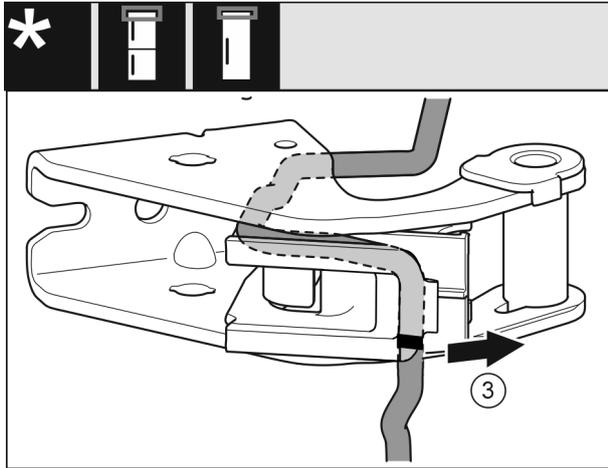

Fig. 27
- Desmonte el cable con el soporte del cable del soporte de cojinete. Fig. 27 (3)